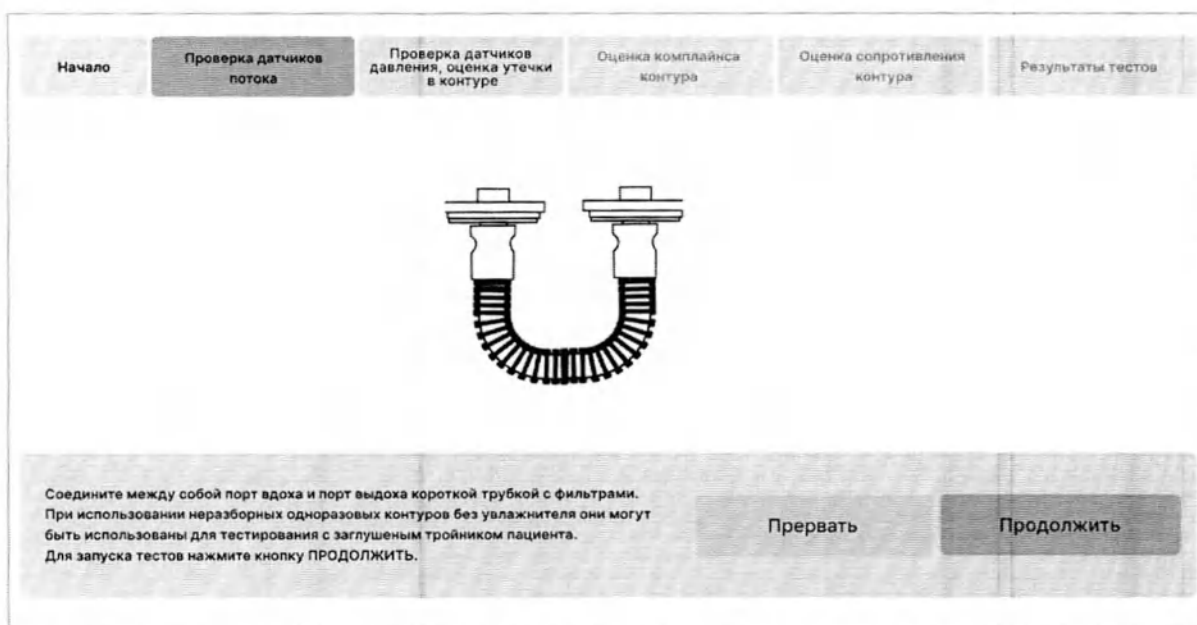

Рисунок 4.2 – Окно теста датчиков потока
- 5 Выберите тип дыхательного контура (биаксиальный или моноаксиальный, дыхательные трубки 22 мм или 15 мм) и тип датчика потока (встроенный или проксимальный) нажмите кнопку «Продолжить» и проконтролируйте появление окна выполнения первого теста (см. рисунок 4.2).